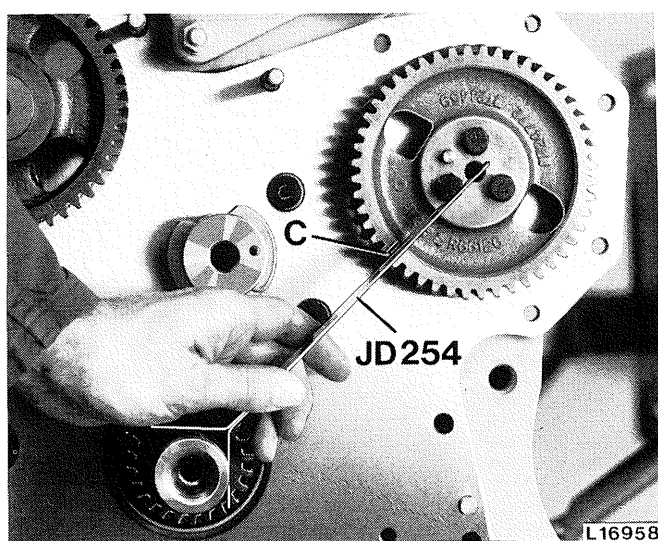

Fig. 4 — Calage du pignon de la pompe d'injection avec l'outil JD 254
6. Après avoir calé le vilebrequin au PMH suivant les instructions du paragraphe 2, faire tourner l'arbre de la pompe d'injection afin que le repère c (fig. 4) de son pignon soit exactement sur la ligne d'axe du vilebrequin et de l'arbre de pompe. Effectuer ce calage avec l'outil JD 254.